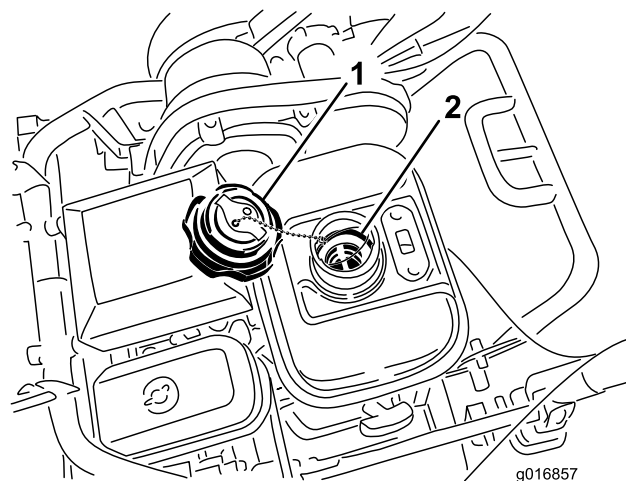

Figura 41
3. Svitare e togliete il relativo tappo dal serbatoio carburante (**Figura 41**).